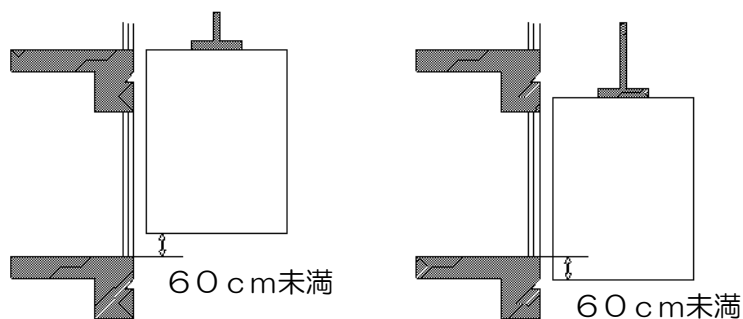

図8-4：かご床と乗場床が上下60cm未満の場合
- ① エレベーターが停止していると思われる階の乗場戸を解除キーにて開ける。転落の恐れがありますので、最初は10cm程度開けてかごの位置を確認してください。
- ② 乗場戸とかご戸と一緒に開く場合は作業手順5へ進む。
- ③ 乗場戸とかご戸と一緒に開かない場合は、かご床と乗場床の段差がどれ位か調べます。
- ※ かご床と乗場床が上下60cm未満の場合は作業手順5へ進む（図8-4参照）